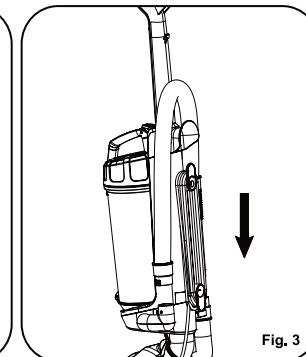

Fig. 3
5. Rodee el tubo flexible sobre el gancho de la manguera y conecte el extremo libre dentro de la manguera fija (fig. 3).